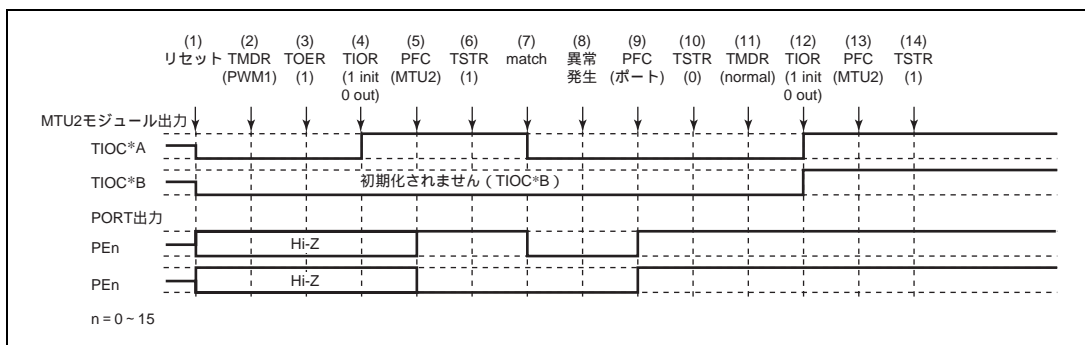

図 10.144 PWM モード 1 で異常が発生し、ノーマルモードで復帰する場合
PWM モード 1 で異常が発生し、再設定後ノーマルモードで再スタートする場合の説明図を図 10.144 に示します。
(1) ~ (10) は図 10.144 と共通です。
(11) PWM モード 1 で再スタートする場合には必要ありません。
(12) TIOR で端子を初期化してください (PWM モード 1 では TIOC*B 側は初期化されません)。
(13) PFC で MTU2 出力としてください。
(14) TSTR で再スタートします。
(11) PWM モード 2 を設定します。
(12) TIOR で端子を初期化してください (PWM モード 2 では周期レジスタの端子は初期化されません)。
(11) 位相計数モードを設定します。
(12) TIOR で端子を初期化してください。
(11) 波形生成部の初期化のためノーマルモードを設定してください。
(12) TIOR で PWM モード 1 の波形生成部を初期化してください。
(13) TIOR で PWM モード 1 の波形生成部の動作を禁止してください。
(14) TOER でチャンネル 3、4 の出力を禁止してください。
(15) TOCR で相補 PWM の出力レベルと周期出力の許可禁止を選択してください。
(16) 相補 PWM を設定します。
(17) TOER でチャンネル 3、4 の出力を許可してください。
(18) PFC で MTU2 出力としてください。
(19) TSTR で再スタートします。